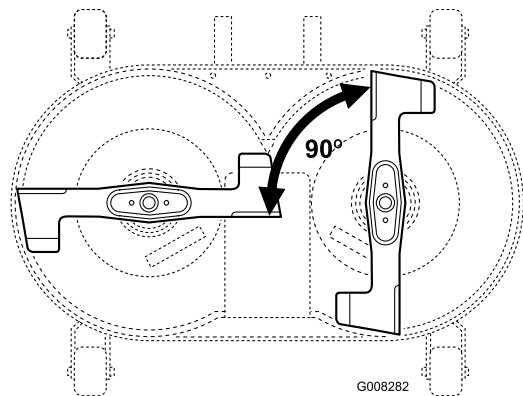

Bild 42
- Richten Sie die Schnittmesser in einem Winkel von 90° zueinander aus (Bild 42).